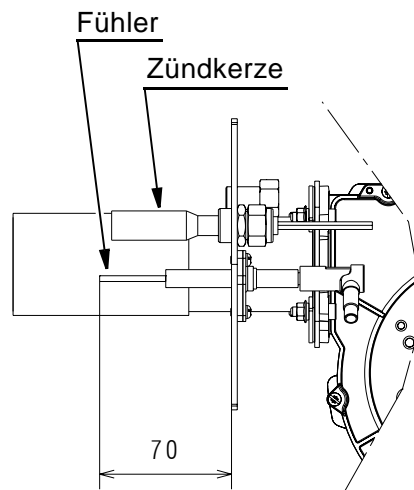

Abb. 4
3.3 FÜHLER - UND ZÜNDKERZE (Abb. 4)
Vor der Installation des Brenners am Generator ist zu prüfen, ob der Fühler und die Zündkerze, wie in Abb. 4 gezeigt, positioniert sind. Die Zündkerze nicht drehen, wie auf der Abbildung gezeigt anordnen und die offene Seite der Zündkerze gegenüber des Flammkopfes prüfen.